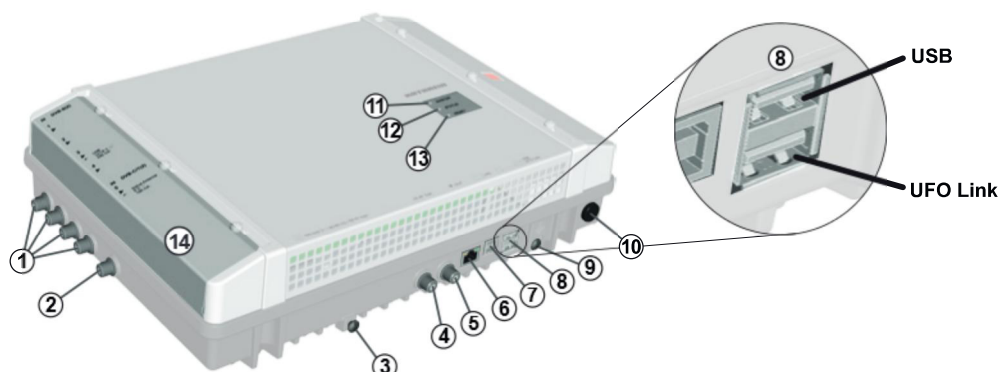

Fig. 1: Éléments constitutifs
Exception : couvercle des logements CI (14) sur la Fig. 1, p. 3)
1. Raccordez une ligne de compensation du potentiel (Cu,  $\geq 4 \text{ mm}^2$ ) à la vis de mise à la terre ; voir ⑨ sur la Fig. 1, p. 3.
- Les fiches doivent être branchées sur le bon port UFO Link du maître et de l'esclave (Ⓞ sur la Fig. 1).
4. Raccordez les câbles de signaux HF pour l'antenne, le réseau câblé et la sortie aux stations de tête ; voir ①, ② et ⑤ sur la Fig. 1, p. 3.